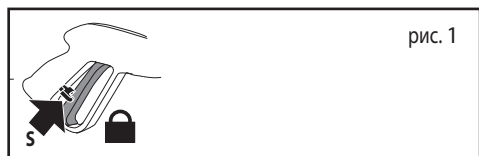

рис. 1
1. Соединить шланг высокого давления (рис. 1, поз.4) с нагнетательной трубой OUTLET (выпуск)
5. Нажать на спусковой рычаг пистолета (рис. 1, поз. 3) с тем, чтобы воздух и возможное излишнее давление были удалены из трубопровода. Струя должна быть равномерной; если струя неравномерная, следует очистить сопло от возможных загрязнений (рис.9).